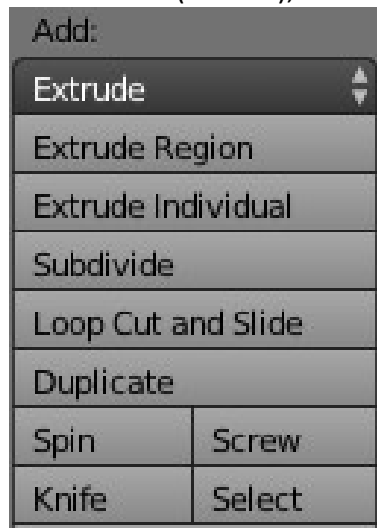

Figura 4: Área que contem os botões associados à ferramenta *knife*.
- Usar os botões **Loop Cut and Slide**, **Knife** ou **Select** da área **Add** da subjanela das ferramentas (**Tecla T**), como se mostra na figura 4;
- Premir a **Tecla K** para trabalhar em qualquer ponto do objeto que se está a editar (equivalente ao botão *knife* da figura 4);
- Pressionar as **Teclas SHIFT + K** para trabalhar apenas dentro da zona que está selecionada (equivalente ao botão *Select* da figura 4);
- Premir as **Teclas CTRL + R** para que o corte seja feito em toda a volta do objeto em que se está a trabalhar (equivalente ao botão *Loop Cut and Slide* da figura 4).